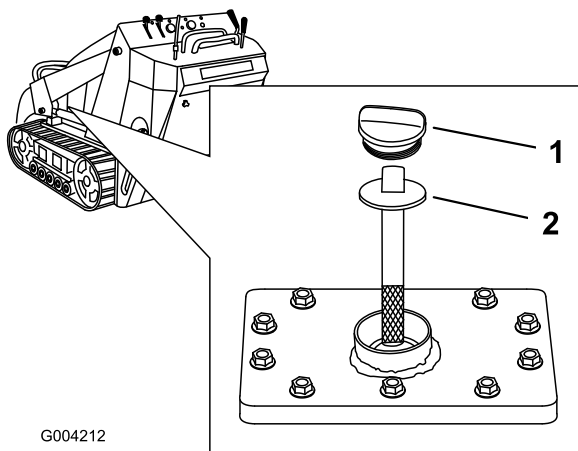

Figura 54
5. Retire el tapón y la varilla del depósito hidráulico (Figura 54).